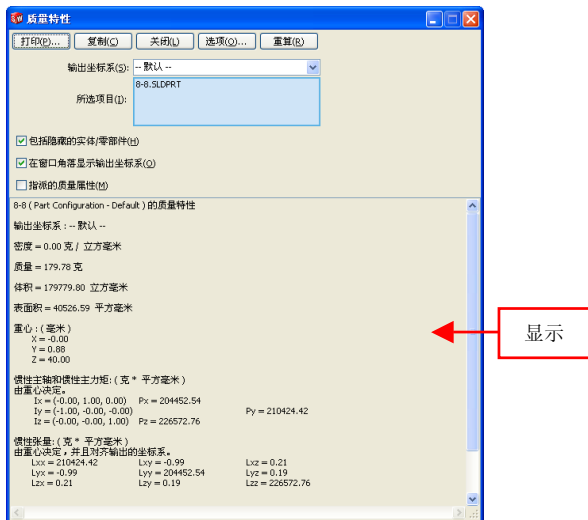

图 8-10 显示质量特性信息
(3) 弹出【质量特性】对话框，在对话框中将自动计算出模型实体的质量、体积以及表面积等信息，如图 8-10 所示。